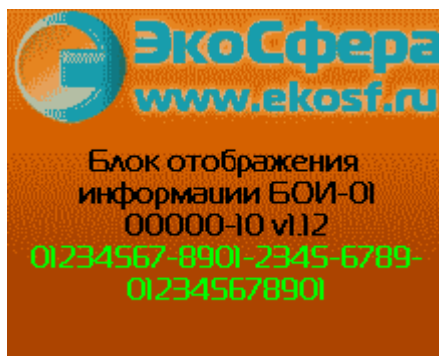

Рис.28 – Системная информация БОИ-01
2.7.6. **Получение системной информации о БОИ-01** осуществляется выбором пункта «Информация» «Системного меню». После входа в этот пункт путём нажатия на нём кнопки «ОК», на дисплей выводится системная информация о заводском номере БОИ-01, установленной версии программного обеспечения БОИ-01 и аппаратный код (Рис.28).